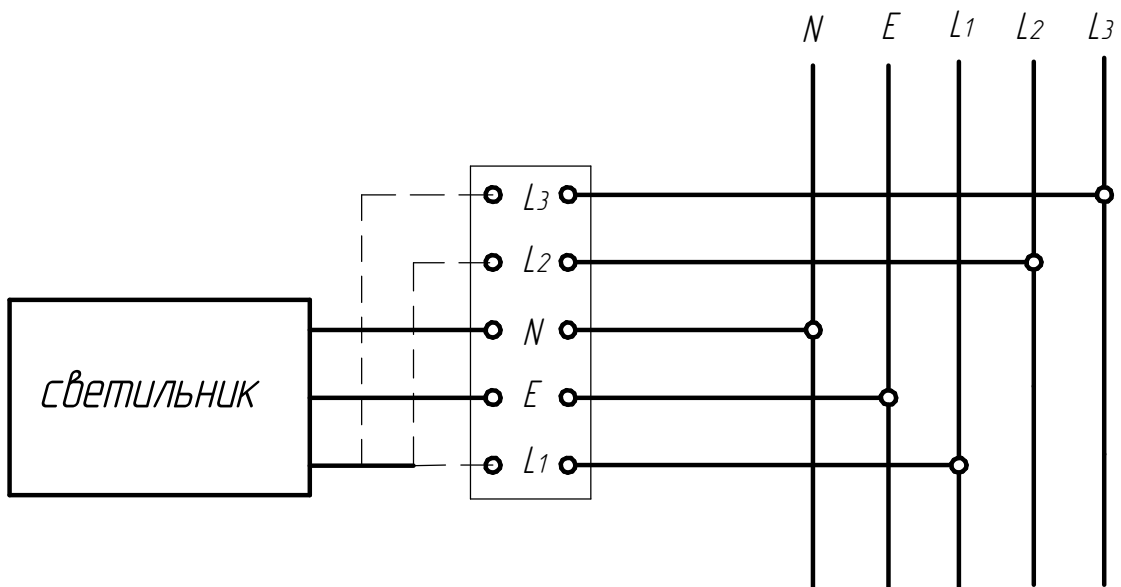

Рисунок 5. - Схема подключения светильника к сети
6.5 Светильники поставляются неподключенными. Для подключения светильников необходимо вставить свободный конец черного провода в клемму сетевого коннектора, маркированную нужной фазой (рисунок 5.).